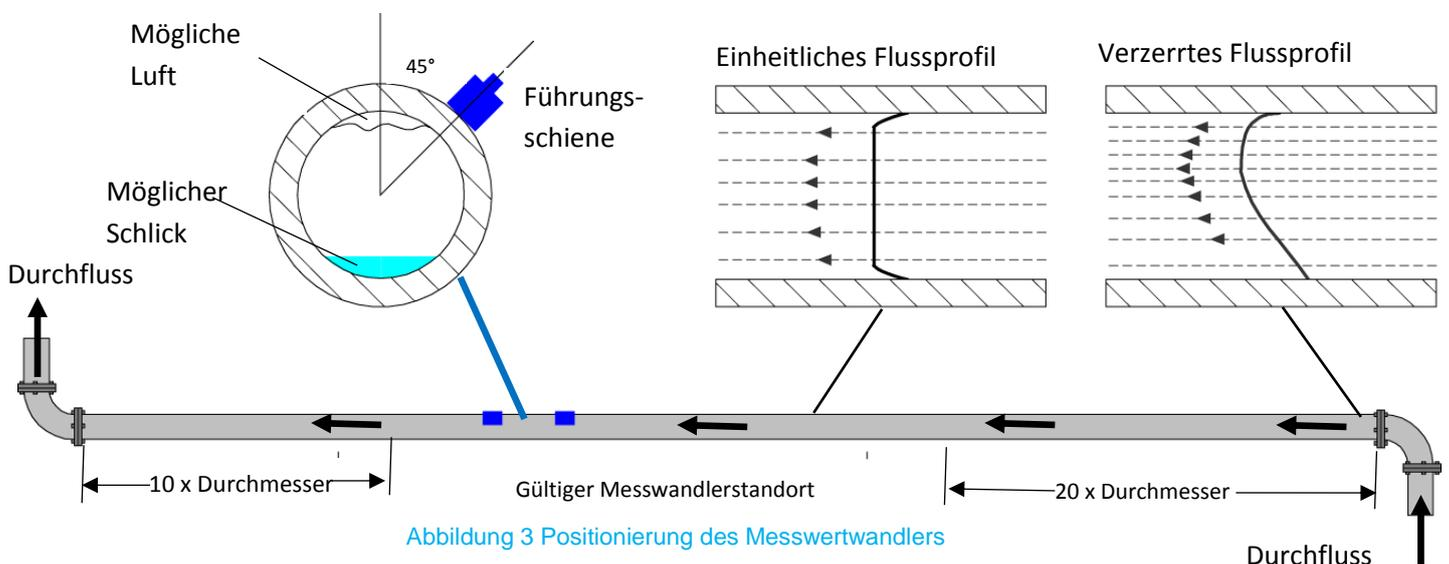

Abbildung 3 Positionierung des Messwertwandlers
Um genaue Ergebnisse zu erhalten, darf das Rohr und der Zustand der Flüssigkeit die Übertragung des Ultraschalls entlang des erforderlichen Weges nicht behindern. Es ist wichtig, dass die Flüssigkeit innerhalb des zur Messung vorgesehenen Rohrstücks einheitlich fließt und das Flussprofil nicht durch vorgelagerte oder nachgelagerte Hindernisse verzerrt wird. Eine verzerrungsfreie Strecke erhalten Sie wie folgt: Verbauen Sie auf der dem Messwandler vorgelagerten Seite ein gerades Rohrstück, dessen Länge mindestens dem 20-fachen des Rohrdurchmessers entspricht. Auf der dem Messwandler nachgelagerten Seite verbauen Sie ein Rohr, dessen Länge dem 10-fachen des Rohrdurchmessers entspricht. Siehe auch Abbildung 3. Es ist möglich, den Durchfluss auch auf kürzeren Rohrstücken (gerade Rohre und bis maximal zum 10-fachen Durchmesser im vorgelagerten und zum 5-fachen Durchmesser im nachgelagerten Teil) zu messen. Werden die Messwandler allerdings zu nah an Hindernissen montiert, können die daraus folgenden Fehler unvorhersehbar sein.
1. Vor dem Anbringen der Messwandler stellen Sie bitte sicher, dass der gewünschte Standort die in Abbildung 3 angegebenen Entfernungsanforderungen erfüllt. Anderenfalls kann die Genauigkeit der Durchflussanzeige beeinträchtigt sein.